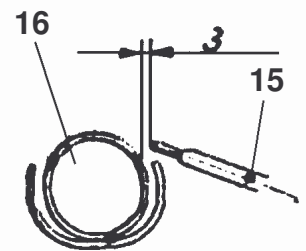

FIG. 7
3. Sostituzione ugello del bruciatore del forno – (fig.7):
aprire la porta del forno, togliere la suola (4), sostituire l'ugello (17). Posizionare la boccola regolazione aria secondo quanto indicato sulla tabella dati tecnici quota A =..... in funzione del tipo di gas (fig.7).